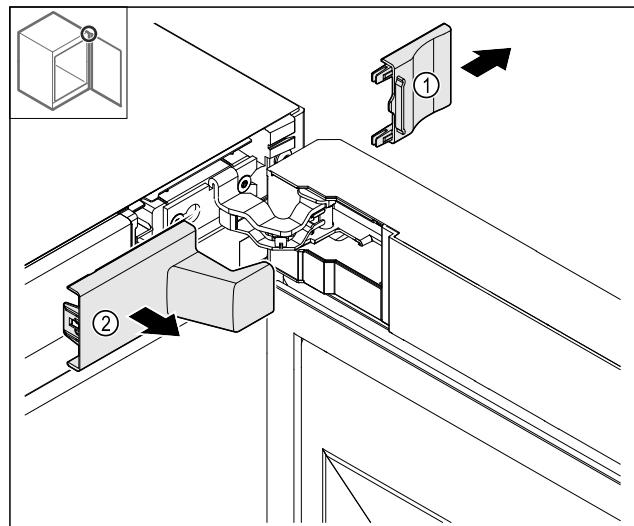

Fig. 13
► Odstráňte kryt Fig. 13 (1) a potom Fig. 13 (2).